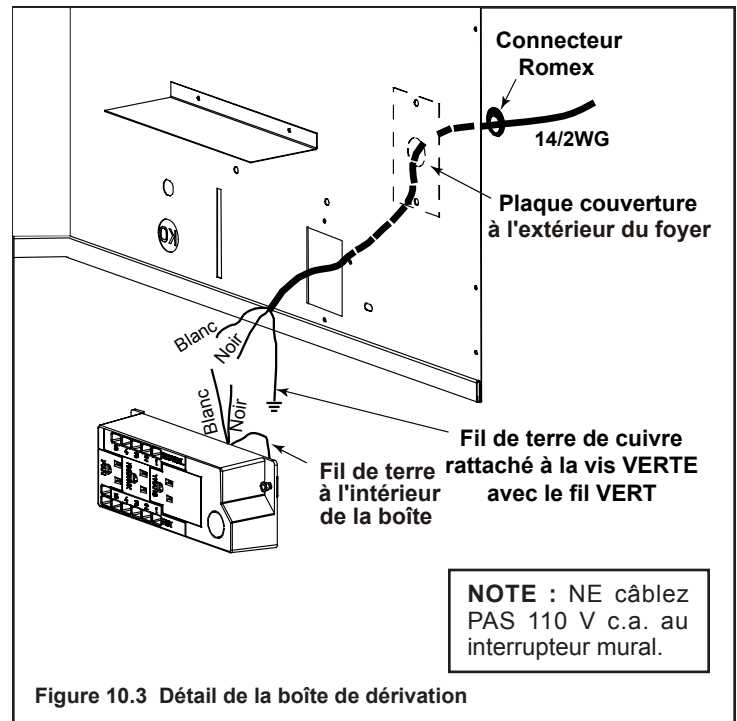

Figure 10.3 Détail de la boîte de dérivation
- Enlevez le couvercle qui se trouve sur le paroi extérieur - du côté droit (voir Figure 10.3).
- Enlevez les vis qui attachent la boîte de dérivation à l'enveloppe extérieure, tournez la boîte de dérivation vers l'intérieur pour la détacher de l'enveloppe extérieure (voir Figure 10.3).